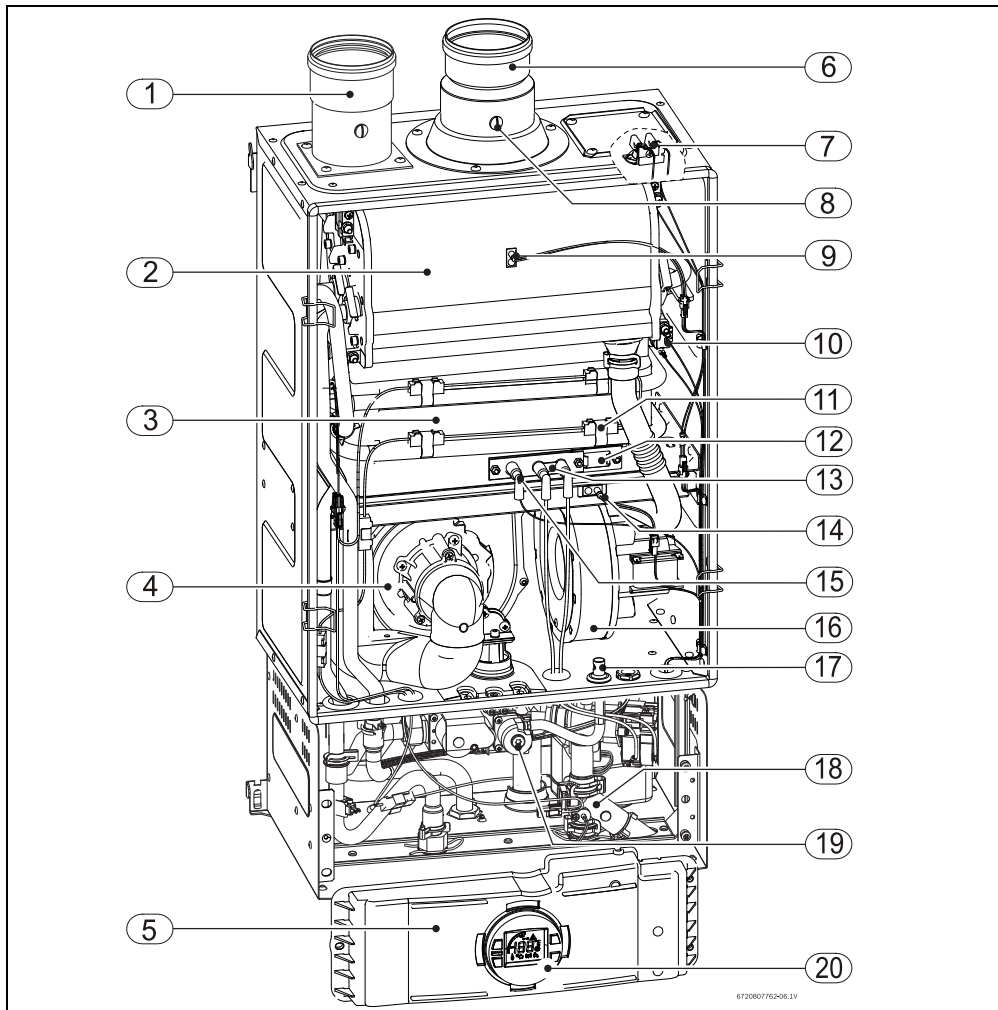

Fig. 2
Ogniqualevolta si apre un rubinetto dell'acqua calda, il flusso-stato (Fig. 2 , pos. 2) invia un segnale all'unità di controllo, dando inizio al ciclo di funzionamento: